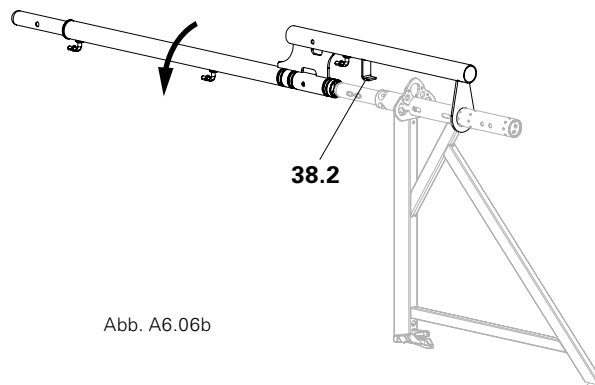
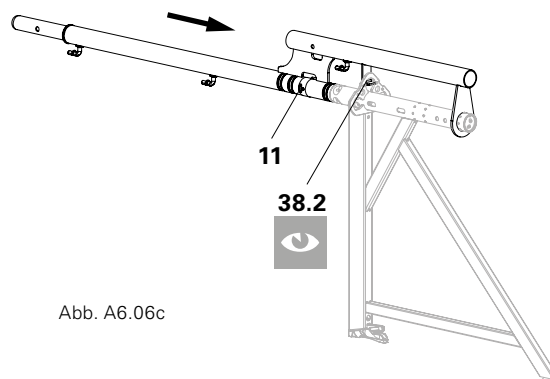

Abb. A6.06b
Abb. A6.06c
2. Schutzwandpfosten EPS an der Konsole ECM nach oben schieben und auf den Zapfen der Konsole ECM aufstecken bis die Hakenlasche (**38.2**) in die Riegelaufnahme der Rosette eingreift. (Abb. A6.06b + Abb. A6.06c)
- Schutzwandpfosten ist vormontiert. (Abb. A6.06c)